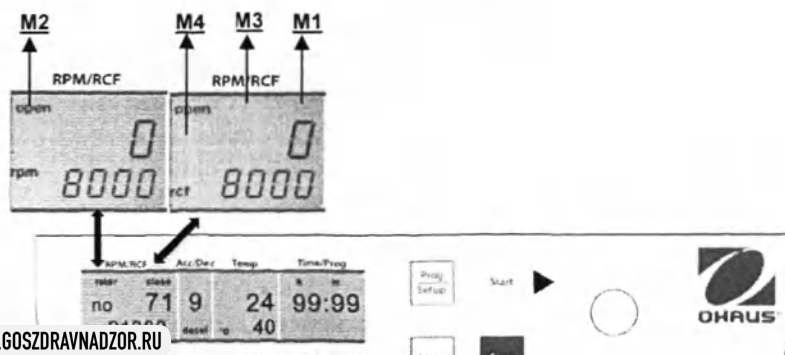

Рис. 15
После запуска центрифуги при закрытой крышке на дисплее **«RPM | RCF»** (A-1) высвечивается надпись **«close»** (M1). При вставленном в центрифугу роторе высвечивается надпись **«rotor»** (M3) и кодовый номер соответствующего ротора (на рисунке — **«71»** (M4)). При отсутствии ротора в центрифуге на дисплее мигает надпись **«rotor»** (M3) и также высвечивается слово **«no»** (M4). Крышку центрифуги можно открыть нажатием на кнопку **«Door Open»** (7). После полного отключения электромагнитного механизма крышки на дисплее высвечивается надпись **«open»** (M2). Теперь крышку центрифуги можно открыть. Все описанные операции наглядно изображены на рис. 15 ниже.
Крышку центрифуги следует закрывать мягким нажатием. Электромагнитный механизм запирает крышку, в то же время надпись «open» (M2) исчезает с дисплея (см. рис. 15).